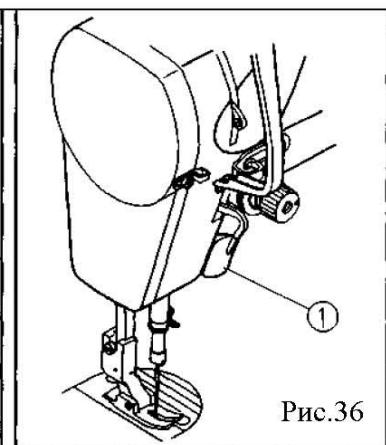

Рис.36
1. Нажмите рычаг 1 чтобы запустить механизм обратного хода. (Рис.36)